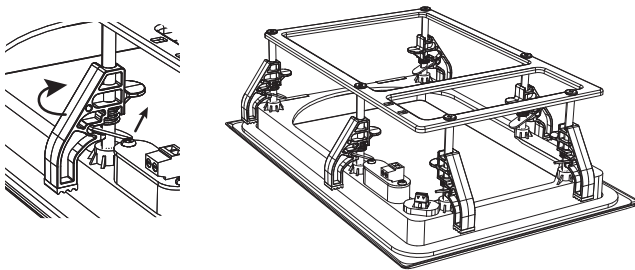

Fig. 5. Adjusting the Mounting Clamps
2. Stel alle montageklemmen van het frame zo af dat ze zich in de opgeborgen positie bevinden (Fig. 5 en 6). Ze worden afgesteld door aan het veerbelaste metalen lipje te trekken en vervolgens de klemmen langs hun montagepalen te bewegen en opzij te draaien. Hierdoor past het frame in de opening van de gipsplaat.